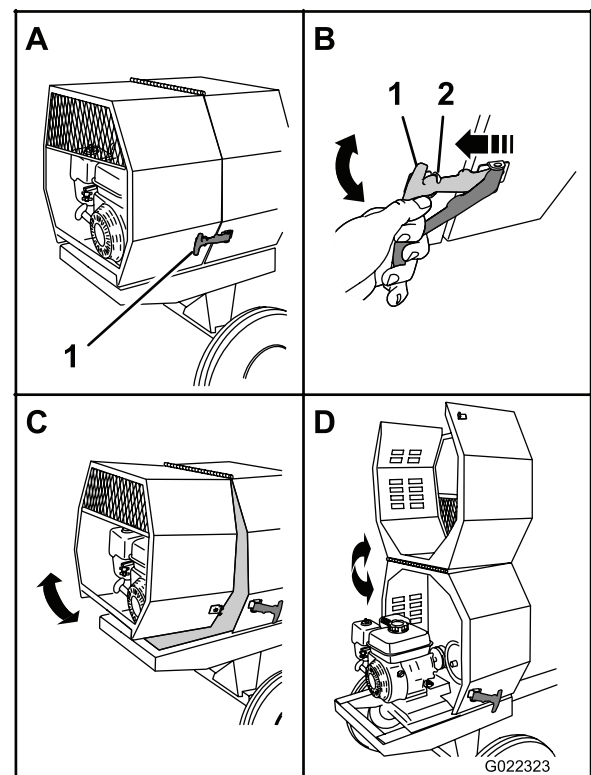

Figure 24
1. Du côté de la machine où les capots avant et arrière se rencontrent, tirez la fermeture et dégagez-la de son ancrage sur le capot arrière (Figure 24).
3. Faites pivoter le capot arrière vers le haut et l'avant jusqu'à ce qu'il repose sur le capot avant (Figure 24).
1. Faites pivoter le capot arrière vers l'arrière et le bas jusqu'à ce que le récepteur situé en bas et au centre du capot soit aligné sur le cadre de la machine (Figure 24).
3. Répétez l'opération 2 de l'autre côté de la machine (Figure 24).